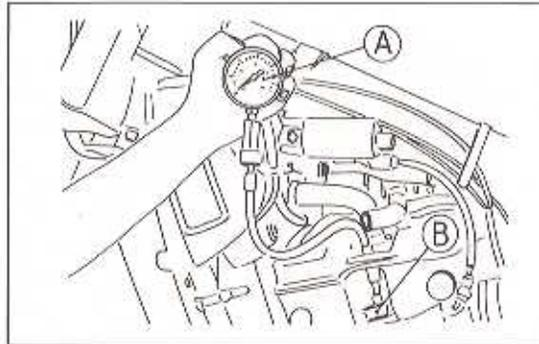

Bild 102
- Den zweiten Zylinder ebenfalls messen (Bild 102). Der Sollwert beträgt 8,4 bis 13,0 bar. Wird der Maximalwert überschritten, die Ablagerungen aus dem Brennraum entfernen. Prüfen ob Originaldichtungen am Zylinderkopf und Zylinder eingebaut sind. Wenn falsch, die richtigen Dichtungen einbauen. Ist viel Ölross vorhanden, die Ventilschaftabdichter und die Kolbenringe prüfen. Bei zu geringer Kompression, die Undichtigkeit an den Ventilen, der Zylinderkopfdichtung, Kolbenringen, Kolben aufsuchen.